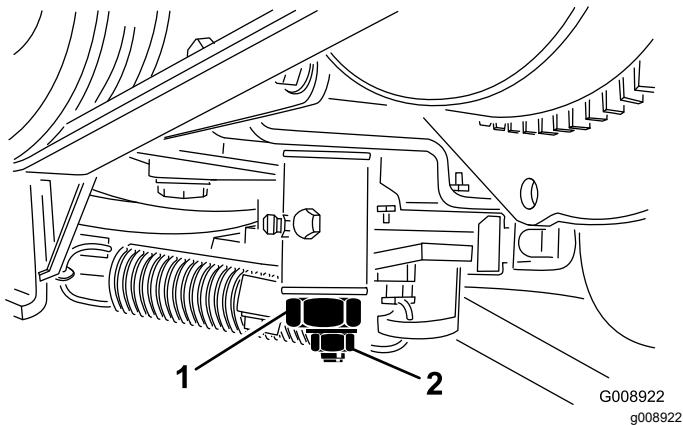

Bild 60
3. Lockern Sie die Sicherungsmutter an der Fahrantriebs-Einstellnocke (Bild 60).